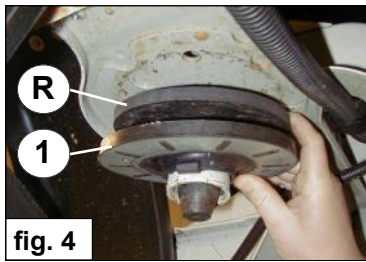

fig. 4
5. Montieren Sie das Gummi R (1 oder mehr) oben den originale Federteller 1 und montieren Sie Hauptfeder 2 zusammen mit die Hilfsfeder C. Ziehe Fig. 4. Achten Sie darauf dass die Hauptfeder 2 richtig in dem Federsloßen geht (oben und unter).
5. Montez le caoutchouc R sur le caoutchouc d'origine 1 et montez le ressort principal 2 avec, à l'intérieur, le ressort auxiliaire C. Voir fig. 4. Veillez à ce que le ressort principal 2 vienne correctement se loger dans son emplacement et tournez correctement le caoutchouc 1 sur le ressort principal.